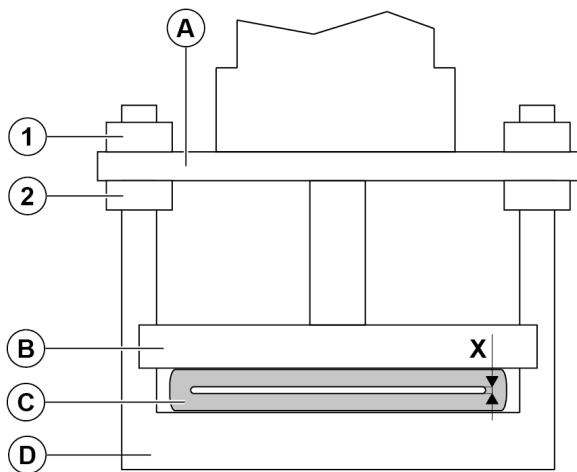

Abbildung 15.
3. Wenn das Ventil mit Öffnungsfahnen versehen ist, lösen Sie die Befestigungsschrauben (8 Stück) an den Quetschleisten und ziehen Sie die Öffnungsfahnen heraus (*Abbildung 15.*).
3. Die Schrauben (7.) zwischen den Ventilkörperhälften öffnen und den unteren Teil des Körpers abnehmen. Wenn das Ventil Öffnungsfahnen besitzt, lösen Sie diese (17.) von den oberen (3.) und unteren Quetschleisten (4.), 8 Stück Schrauben (*Abbildung 15.*).